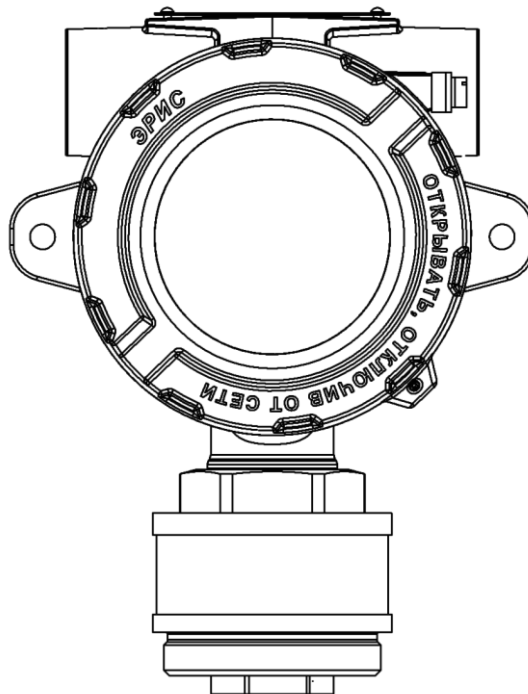

Рисунок 12 – Газоанализатор без влагозащитной насадки
- б) Снять влагозащитную насадку с газоанализатора (рис. 12);